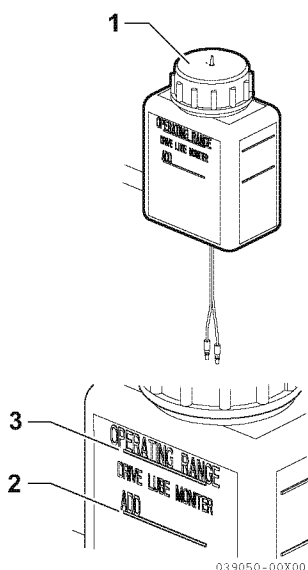

Figure 2
1. Vérifiez le niveau d'huile de la transmission en Z (**Figure 2**). Maintenez le niveau d'huile plus ou moins au repère OPERATING RANGE (3, **Figure 2**) (plein) du réservoir à huile (1, **Figure 2**).
2. Le niveau d'huile est faible s'il se trouve en dessous du repère ADD (2, **Figure 2**) du réservoir à huile (1, **Figure 2**). Remplissez selon les besoins avec l'huile spécifiée. Voir Remplissage de l'huile de la transmission en Z à la page 26.